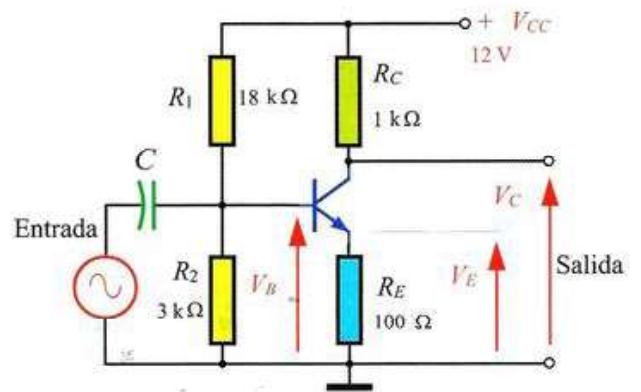

Figura 9.54.
9.15. En el caso de que el transistor que aparece en el circuito de la Figura 9.54 sea de silicio, determina la corriente de colector y la tensión colector-emisor, así como los valores de V_B , V_E y V_C .